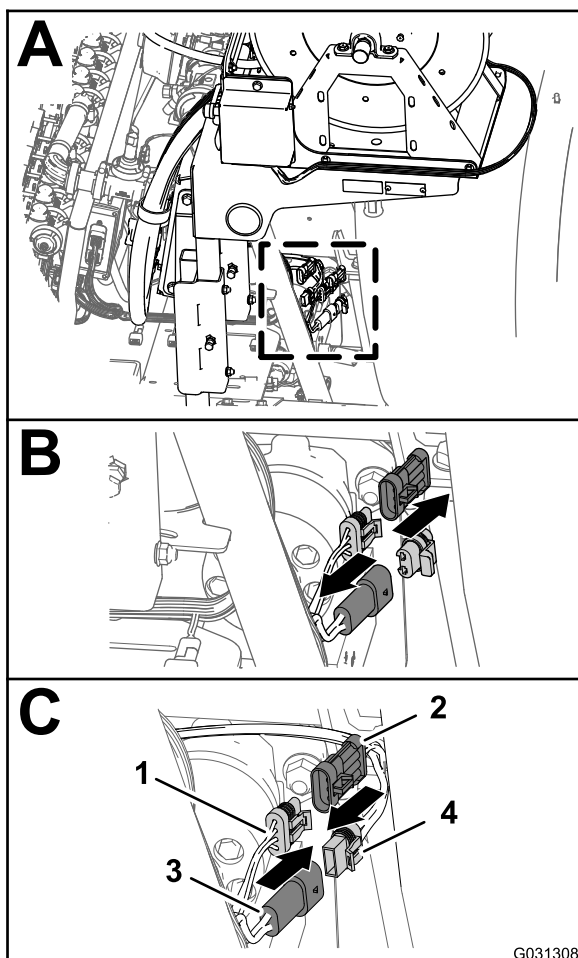

Рисунок 145
1. В задней части машины найдите жгут проводов для комплекта электрического шлангового барабана в задней части бака опрыскивателя (вид А на Рисунок 145).
2. Удалите заглушку 2-штыревого разъема главного заднего жгута проводов для питания шлангового барабана (вид В на Рисунок 145).
3. Подсоедините 2-гнездовой разъем жгута проводов электрического шлангового барабана к 2-штыревому разъему главного заднего жгута проводов (вид С на Рисунок 145).
4. Снимите крышку с 3-гнездового разъема главного заднего жгута проводов для промежуточного соединения жгута проводов опрыскивателя (вид В на Рисунок 145).
5. Подсоедините 3-штыревой разъем жгута проводов электрического шлангового барабана к 3-гнездовому разъему главного заднего жгута проводов (вид С на Рисунок 145).